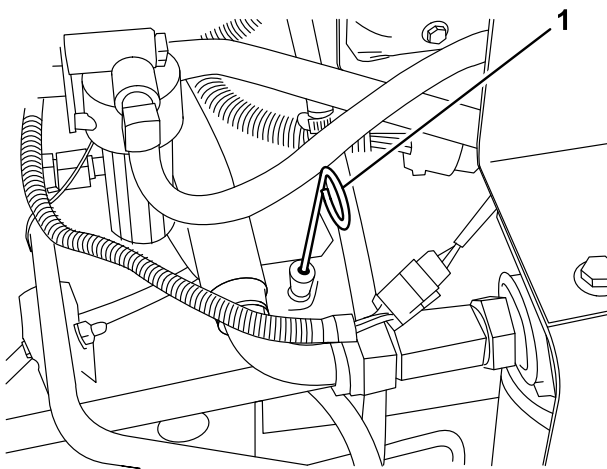

Bild 29
2. Nehmen Sie den Ölpeilstab (Bild 29) heraus, wischen Sie ihn ab und setzen Sie ihn wieder ein. Ziehen Sie ihn heraus und prüfen Sie den